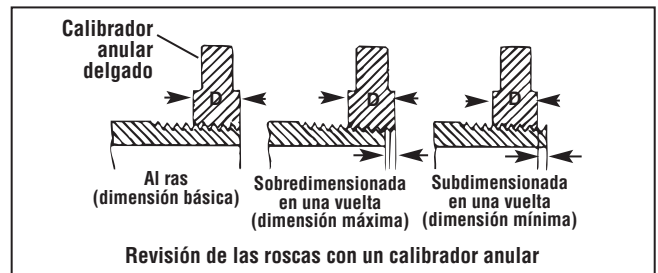

Figura 11 – Revisión del tamaño de la rosca
3. Inspeccione el tamaño de la rosca. El método preferido para revisar el tamaño de la rosca es mediante un calibrador anular. Hay calibradores anulares de diversos estilos; su uso puede ser diferente a lo que se muestra en la *Figura 11*.